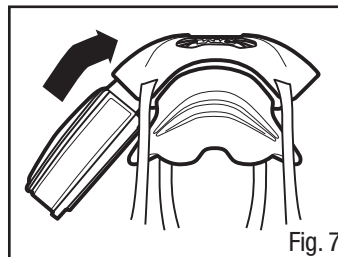

Fig. 7
3. Se o cartucho não “clicar” no lugar quando inserido, pode ser devido ao ângulo de inserção. Erga levemente o cartucho até que o cartucho encaixe no lugar (Fig. 7).